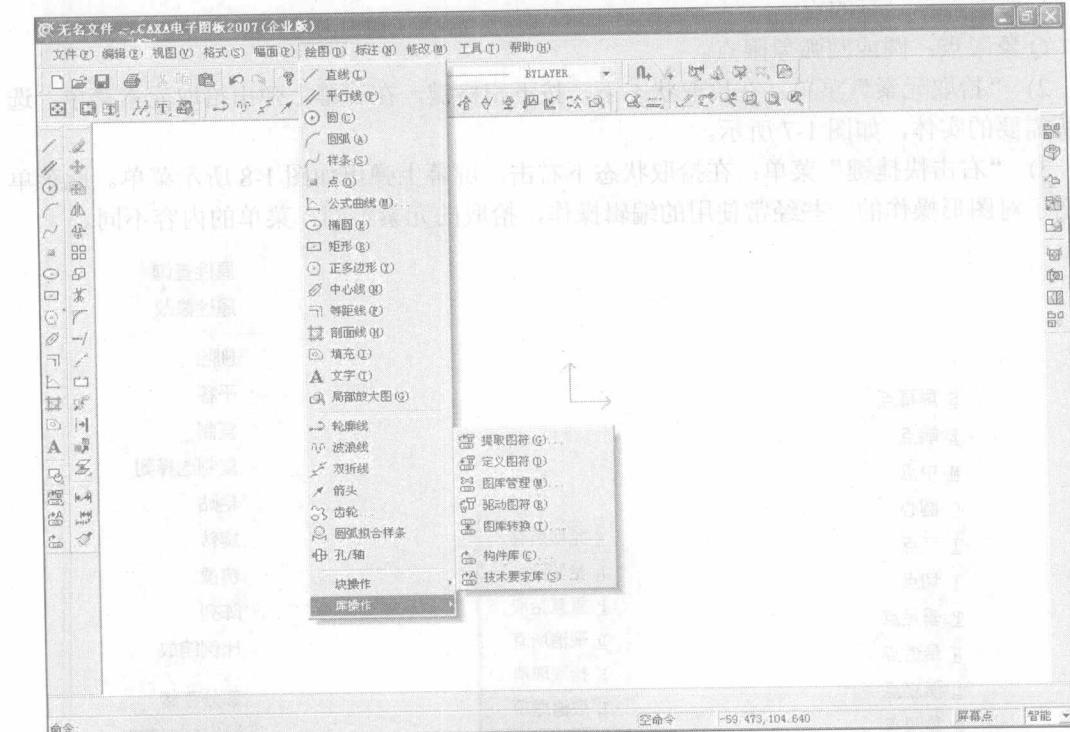

图 1-4 主菜单、菜单和子菜单
(1) 主菜单位于标题栏的下方，包括“文件”、“编辑”、“视图”、“格式”、“幅面”、“绘图”、“标注”、“修改”、“工具”和“帮助”菜单项。单击主菜单中的任一菜单项，即可弹出相应的菜单及子菜单，如图 1-4 所示。